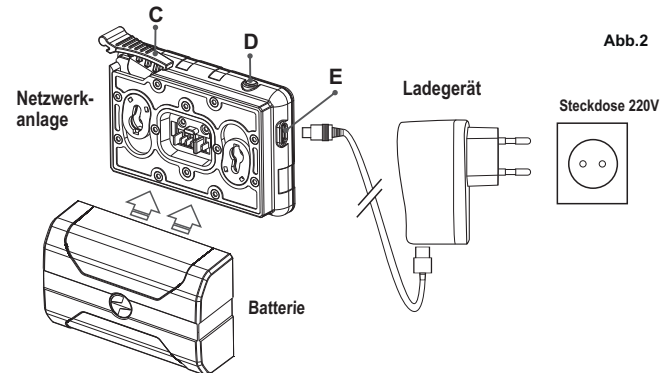

Abb.2
- Setzen Sie die Akkumulatorenbatterie in das Ladegerät ein, wie in der Zeichnung abgebildet ist, schnappen Sie den Griffhebel (**C**) ein (**Abb. 2**).